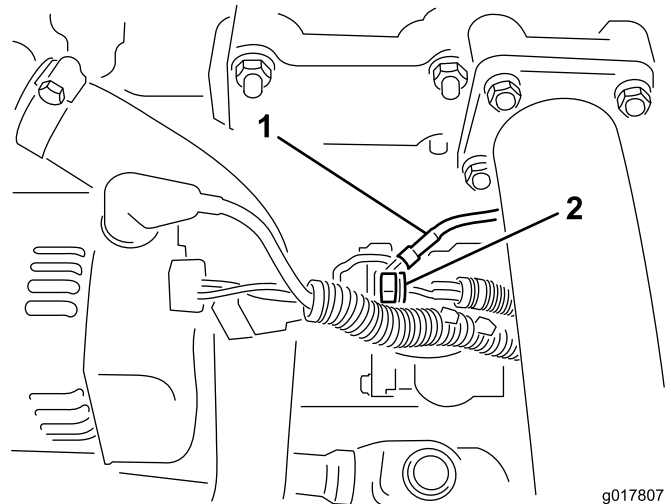

Figura 4
8. Localice el solenoide del motor de arranque en el lado izquierdo del motor. Conecte el cable de alimentación rojo del arnés de cables a la parte delantera del solenoide (Figura 4).